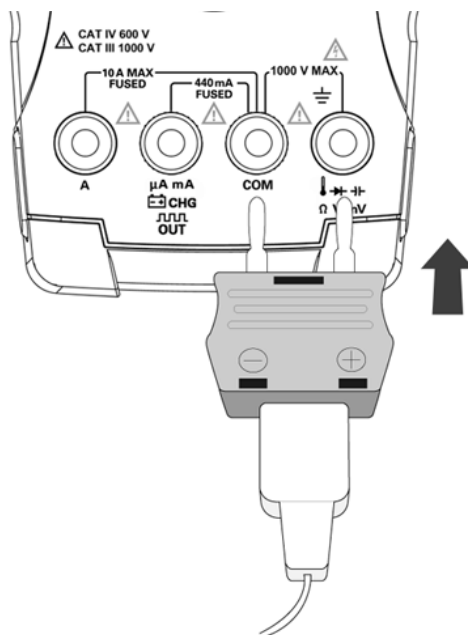

图 2-14 将连接了适配器的探头连接到万用表
- 3 按图 2-14 所示，将连接了此适配器的热探头连接到万用表输入端子。